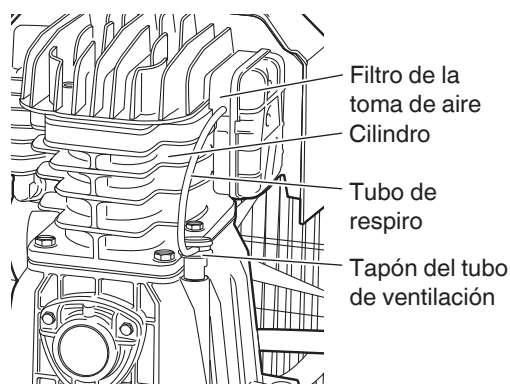

Fig. 6
- E) Inserte el accesorio Tubo de respiro en la rejilla de aire del Tapón del tubo de respiro y el orificio del filtro de entrada de aire. (Fig. 6)